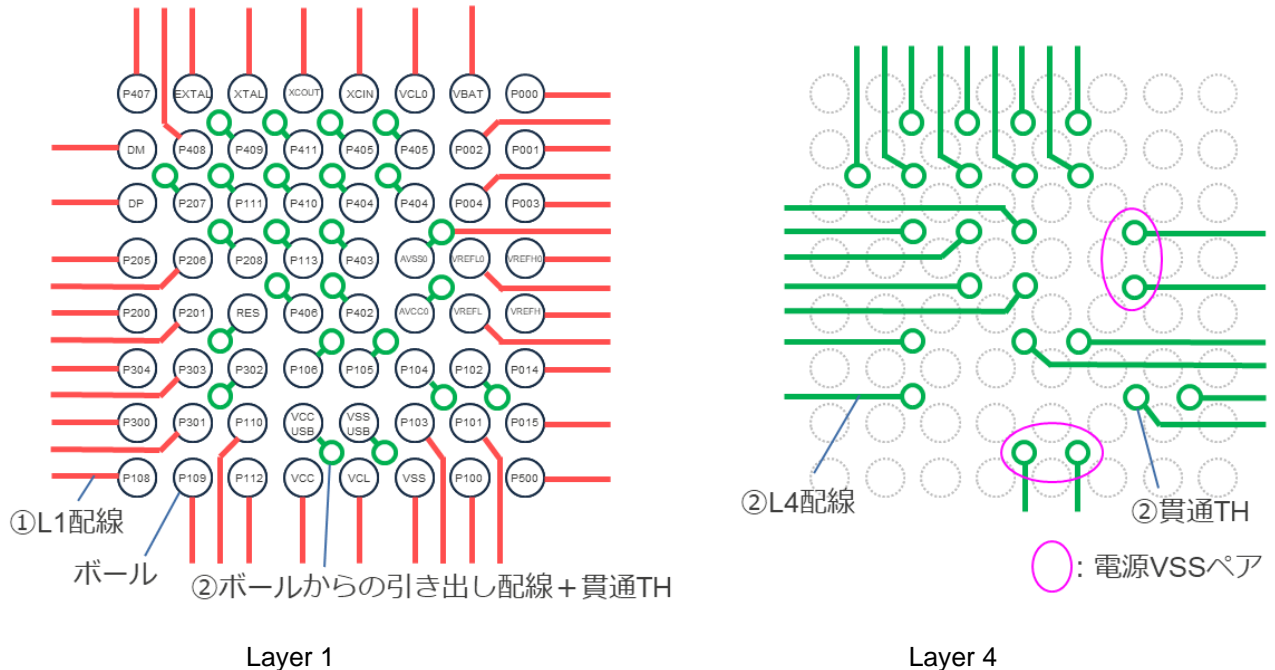
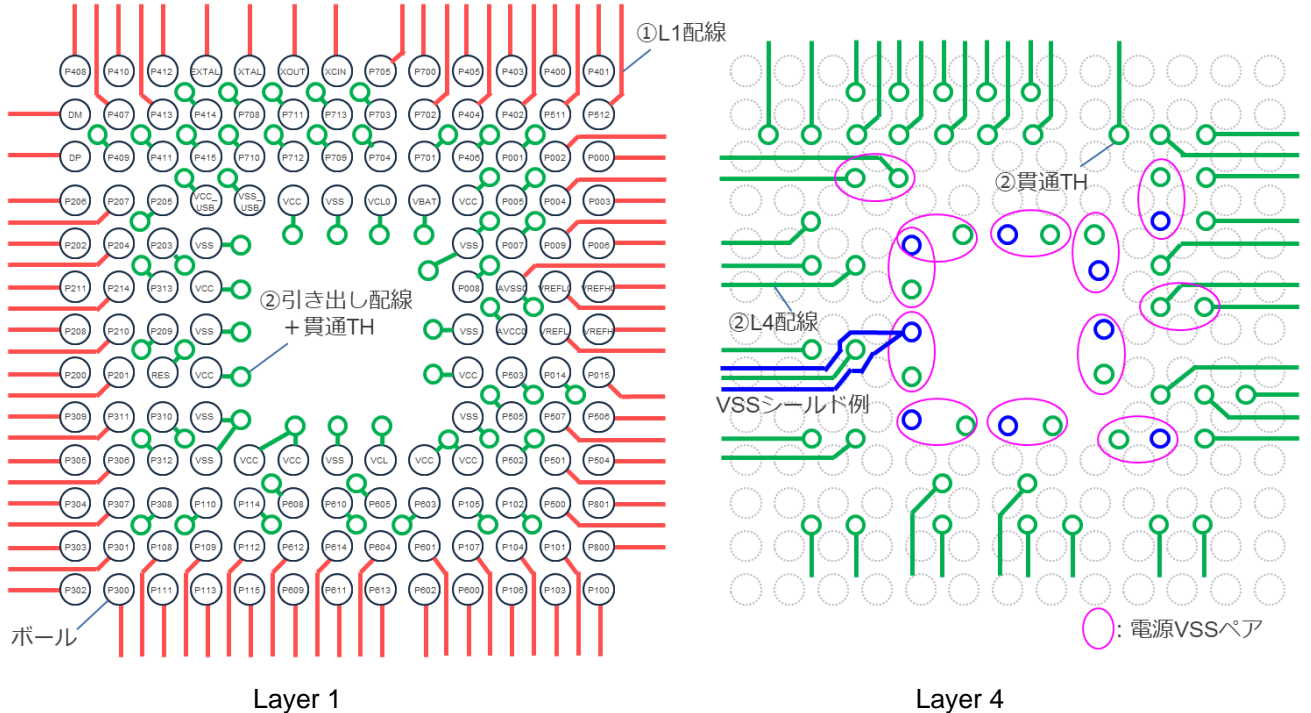

図 18. 64 (8×8) BGA フルグリッドの Layer 1 と Layer 4 の引き出し配線例 (平面図)
図 19. 144 (13×13) BGA 外周 4Row の Layer 1 と Layer 4 の引き出し配線例 (平面図)
3.4 項の基本的な基板配線の思想と 3.5 項の基板設計推奨ルールに従い、部品配置（未図示）も考慮した貫通 TH 位置と Layer 1, Layer 4 の配線引き出し例を図 18（RA6Mx/64BGA 例）、図 19（RA6Mx/144BGA 例）に示す。電源は、必要数のパスコンをボール直近の Layer 4 に実装できるように VSS とペア隣接となるよう貫通 TH 配置を検討することを推奨する。図中のマゼンダ色丸が電源と VSS の貫通 TH のペアの例である。